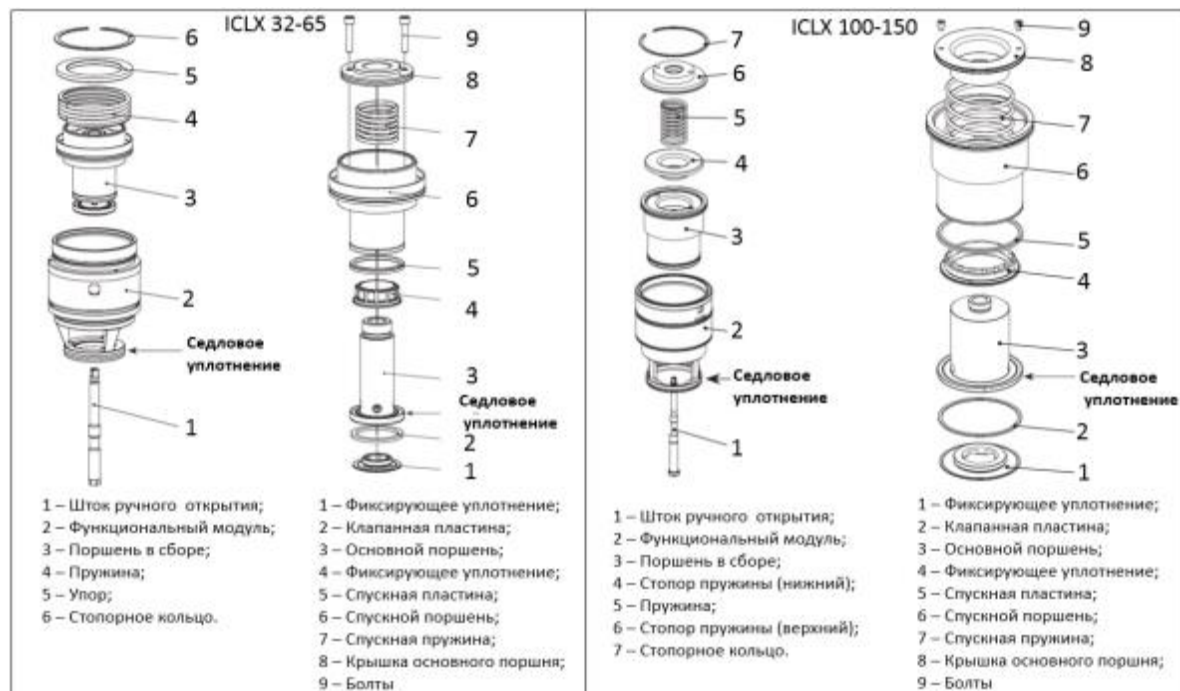

Рис. 4 Функциональный модуль клапана ICLX 32 - 150
- Функциональный модуль и поршень в сборе могут быть разобраны в соответствии с рисунком 4. Будьте осторожны при снятии стопорного кольца (рис. 4, поз. 6), т.к оно будет подвергаться воздействию усилия сжатой пружины (рис. 4, поз. 4).
Можно заменить две клапанные пластины из PTFE (рис. 4, поз. 2 и 5) согласно рисунку 5 и следующим указаниям:
Для обеспечения стопа при отвинчивании фиксирующего уплотнения рекомендуется установить два закрепленных в тисках стальных шплинта (рис. 5a и 5d, поз. 2), которые подходят для охватывающих шестигранных отверстий под болты с шестигранной головкой (рис. 4, поз. 9).
- Для клапанов ICLX 32 – 65. Заменить два болта (рис. 4, поз. 9), при этом функциональный модуль остается в корпусе клапана.
- Для клапанов ICLX 100 – 150. Снять стопорное кольцо, верхний стопор пружины, пружину и нижний стопор пружины (рис. 6). Заменить два болта (рис. 4, поз. 9), при этом функциональный модуль остается в корпусе клапана.